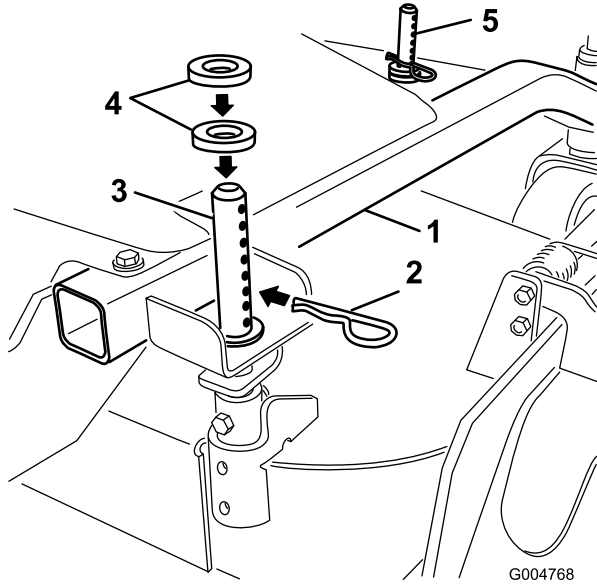

Figure 10
1. Choisissez le trou et le nombre d'entretoises correspondant à la hauteur de coupe voulue (Figure 10).
2. À l'aide de la poignée, soulevez le côté du plateau de coupe et enlevez la goupille fendue (Figure 10).
3. Ajoutez ou enlevez des entretoises selon les besoins, alignez les trous et insérez les goupilles fendues (Figure 10).